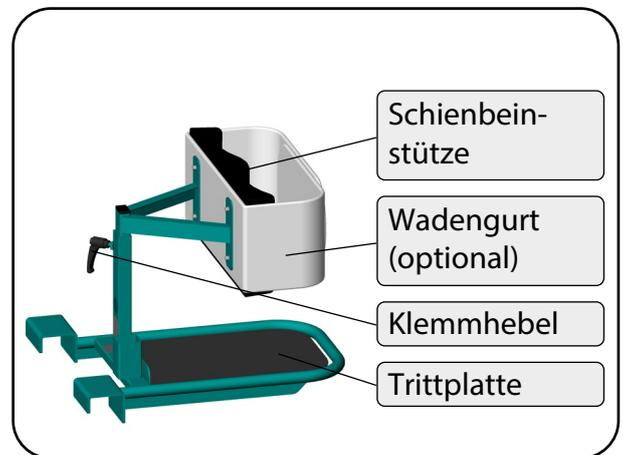

Abbildung 66
4. Lösen Sie den Klemmhebel an der Schienbeinstütze und stellen Sie die richtige Höhe der Schienbeinstütze ein (Abbildung 66). Die Oberkante der Schienbeinstütze muss knapp unterhalb der Kniescheibe des Patienten liegen.